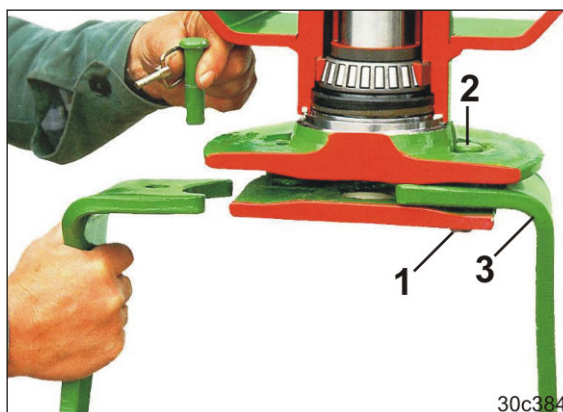

Fig. 124
3. Den Klappstecker (Fig. 124/1) entfernen.
4. Den Bolzen (Fig. 124/2) nach oben aus dem Werkzeugträger Herausschlagen.
5. Den Werkzeugzinken (Fig. 124/3) austauschen.